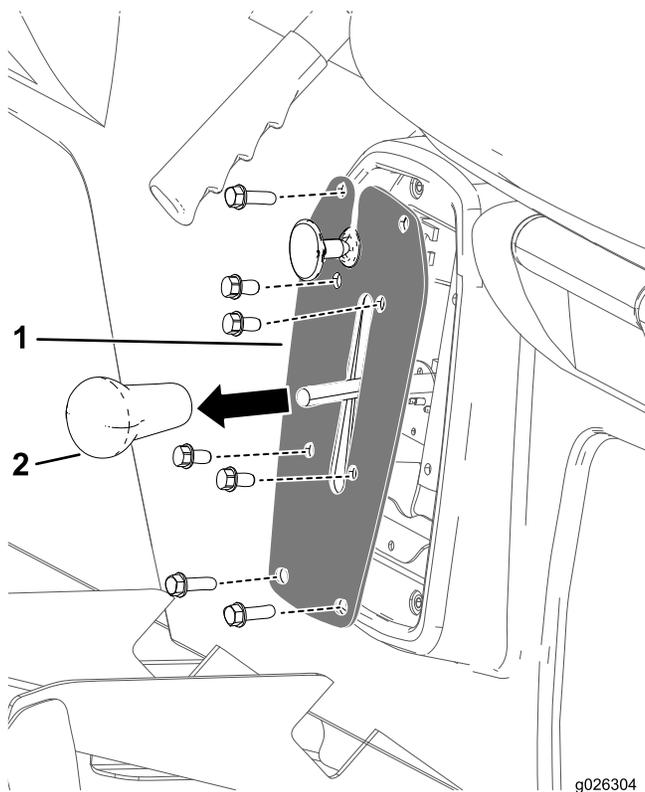

Figura 49
1. Retire o manípulo da alavanca das mudanças (Figura 49).
2. Retire os 4 parafusos que prendem a placa das mudanças ao suporte das mudanças (Figura 49).
3. Retire os 4 parafusos que prendem a placa das mudanças à base do banco e retire a placa das mudanças (Figura 49).
4. Enrosque o manípulo da alavanca das mudanças e aperte o manípulo à mão (Figura 49).